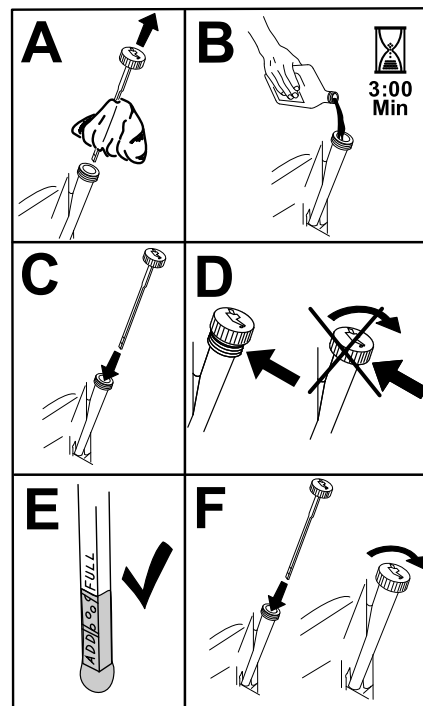

Bild 33
8. Gießen Sie langsam ungefähr 80 % der angegebenen Ölart in den Einfüllstutzen und füllen Sie dann vorsichtig mehr Öl ein, um den Ölstand an die **Voll**-Markierung zu bringen (Bild 33).